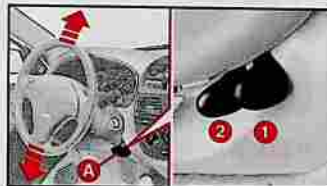

fig. 45
- 1) Déplacer le levier **A**-fig.45 sur la position 1